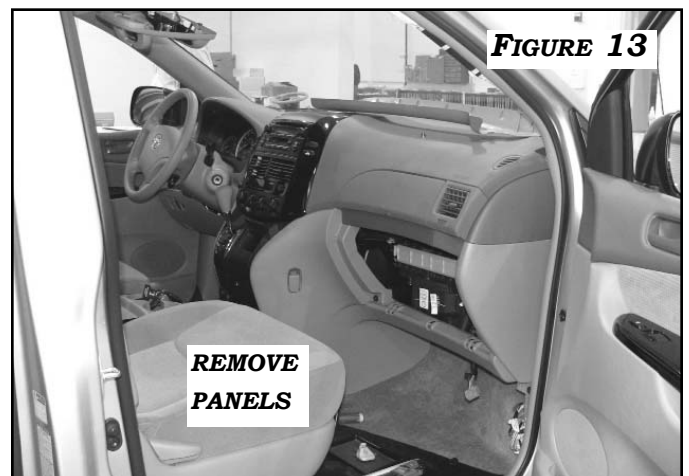

FIGURE 13
7. REMOVE THE GLOVE BOX AND PASSENGER SIDE KICK PANEL AS SHOWN IN **FIGURE 13.**